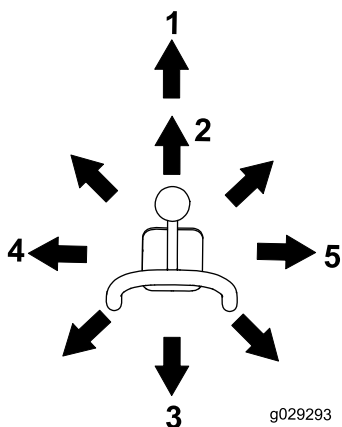

Figure 10
- Pour incliner l'accessoire en avant, déplacez lentement le levier vers la droite (Figure 10).
- Pour incliner l'accessoire en arrière, déplacez lentement le levier vers la gauche (Figure 10).
- Pour abaisser les bras de chargeuse, poussez lentement le levier en avant (Figure 10).
- Pour élever les bras de chargeuse, tirez lentement le levier en arrière (Figure 10).
- Pour abaisser les bras de la chargeuse à une position de verrouillage (flottement), poussez le levier complètement en avant (Figure 10).